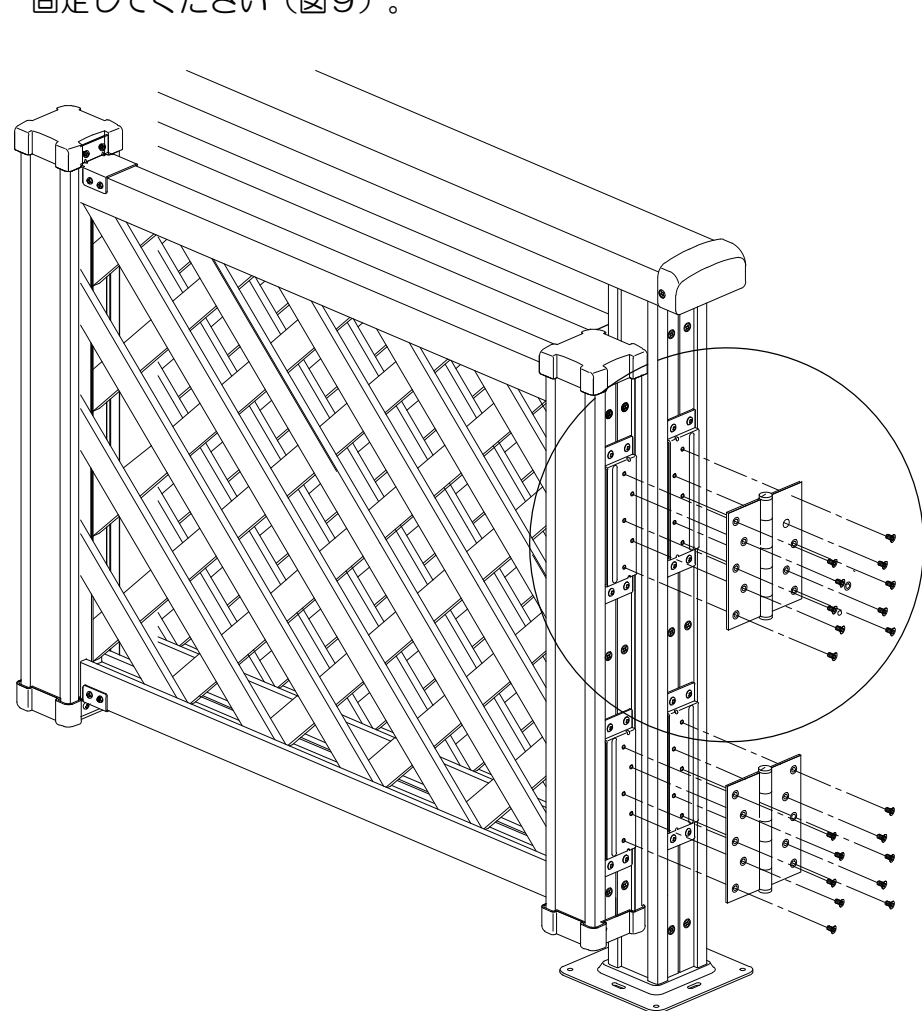

図9. 丁番の取付
④門扉の取付
- 門扉用支柱(吊元側)と門扉に取り付いている丁番用スペーサーに、サラ小ネジM4×8で丁番を固定して下さい(図9)。